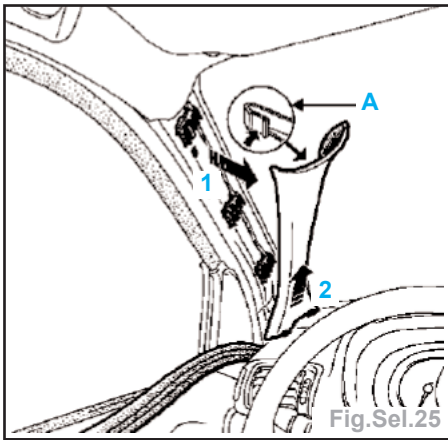
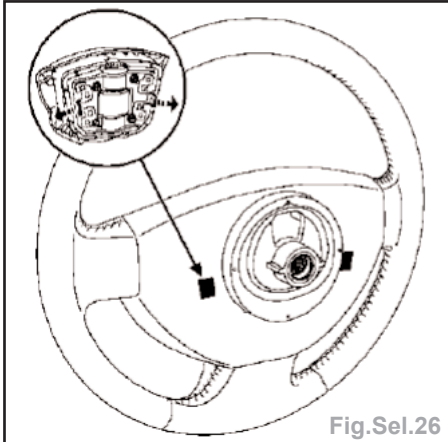

Fig.Sel.25
Fig.Sel.26
- Ecarter légèrement la garniture en partie sup. afin de presser le clip de maintien (A) (Fig.Sel.25).
- Déclipper la garniture (1).
- Dégager la garniture de son logement sur la planche de bord (2).
- A l'aide d'un tournevis plat, déclipper l'airbag du volant (Fig.Sel.26).